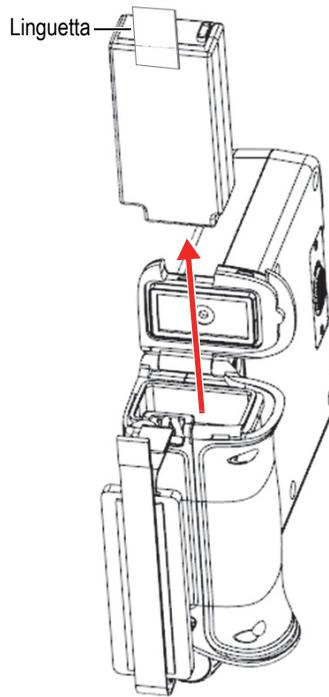

Figura 4-3 Rimozione della batteria
4. Sollevare la linguetta della batteria per sbloccare e rimuovere la batteria (vedere Figura 4-3 a pagina 47).